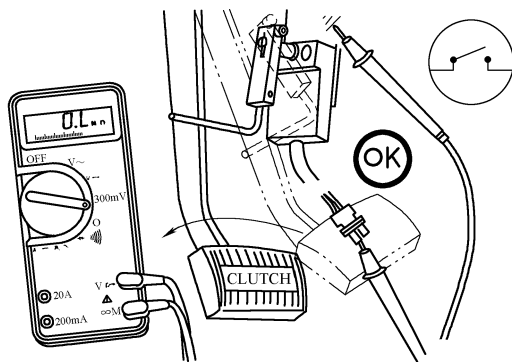

图 5-33 当踩下离合器踏板时,测量开关一个端子与接地间的电阻
(3) 检查是否对地短路 测量离合器踏板位置开关插头一个端子与接地间的电阻,当踩下离合器踏板时,必须显示开路,电阻大于 $100k\Omega$,如图 5-33 所示。如果电路闭合,应更换离合器踏板位置开关。